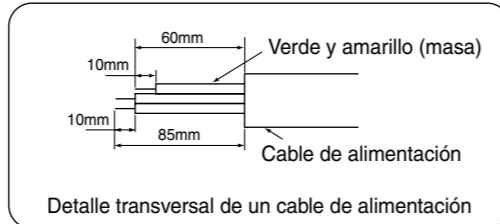

Figura 3-2
- Corte el cable de conexión, el cable de alimentación y pele el aislador del cable, como se muestra en la Figura 3-2.